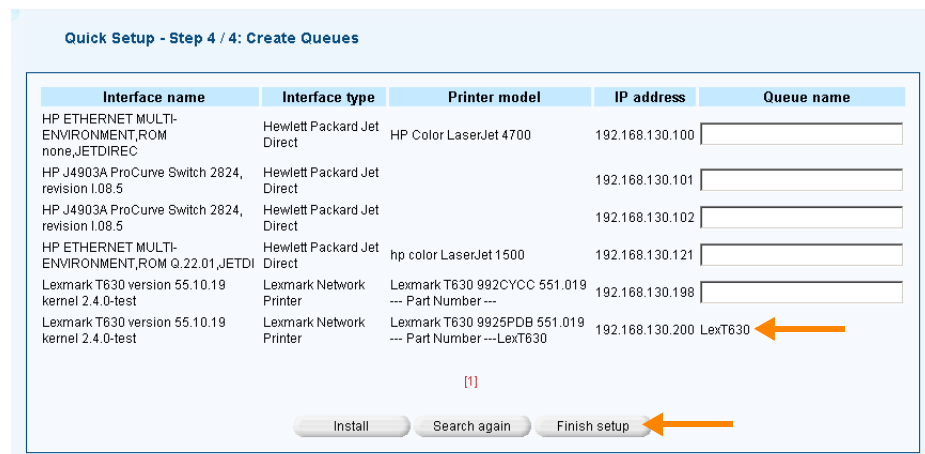

Bild 10 Queue(s) für Netzwerkdrucker mit FINISH SETUP bestätigen
12. Danach erscheinen die Queue-Namen ohne Eingabefeld (Bild 10). Klicken Sie auf **FINISH SETUP**, und bestätigen Sie die folgende Meldung wieder mit **OK**.